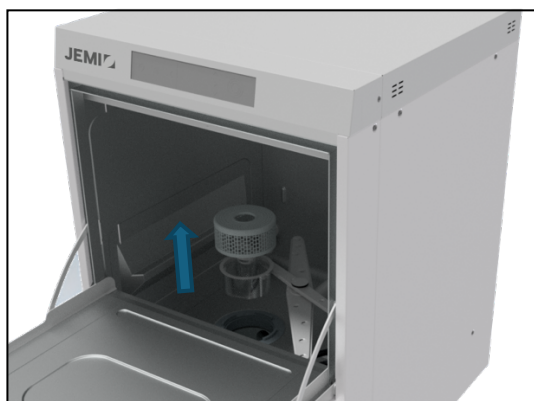

Fig3.
- Appuyez sur la touche ON/OFF (Fig3. n° 7). Le logo du démarrage ON/OFF passera du rouge au vert.
- D'abord, la plaque vérifiera le niveau d'eau dans la machine et la remplira si nécessaire. L'icône animée (Fig3. N° 8.) indique que la phase est en cours. En même temps, la touche START-START (Fig3. N° 9.) Ce sera en jaune.
- Lorsque le cycle de lavage est lancé, le bouton START-START (Fig. N° 12.) Il passe du vert au bleu. La touche ON/OFF (Fig3. n° 7) passe également du vert au bleu. Sur l'écran, vous pouvez voir le processus de lavage. Le cercle autour du symbole du cycle de lavage augmente au fur et à mesure du processus jusqu'à atteindre les bords de l'affichage (Fig. 7).
- Retirez les filtres de la pompe et lavez-les sous un robinet. Fig.3.